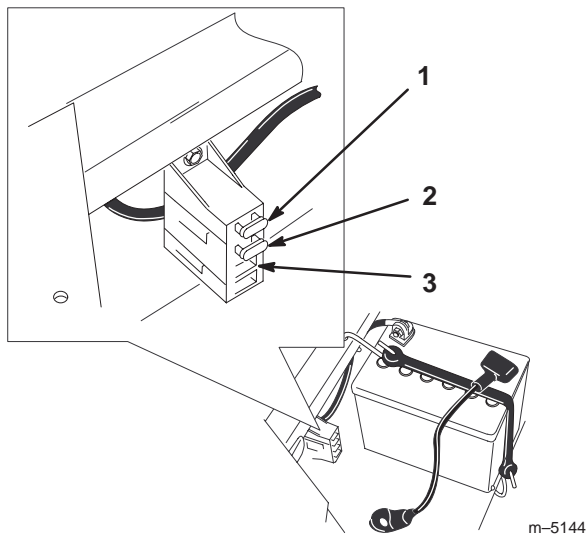

Figure 28
1. Soulevez le siège pour accéder au porte-fusibles (Fig. 28).
2. Pour remplacer un fusible, tirez dessus pour l'enlever (Fig. 28).